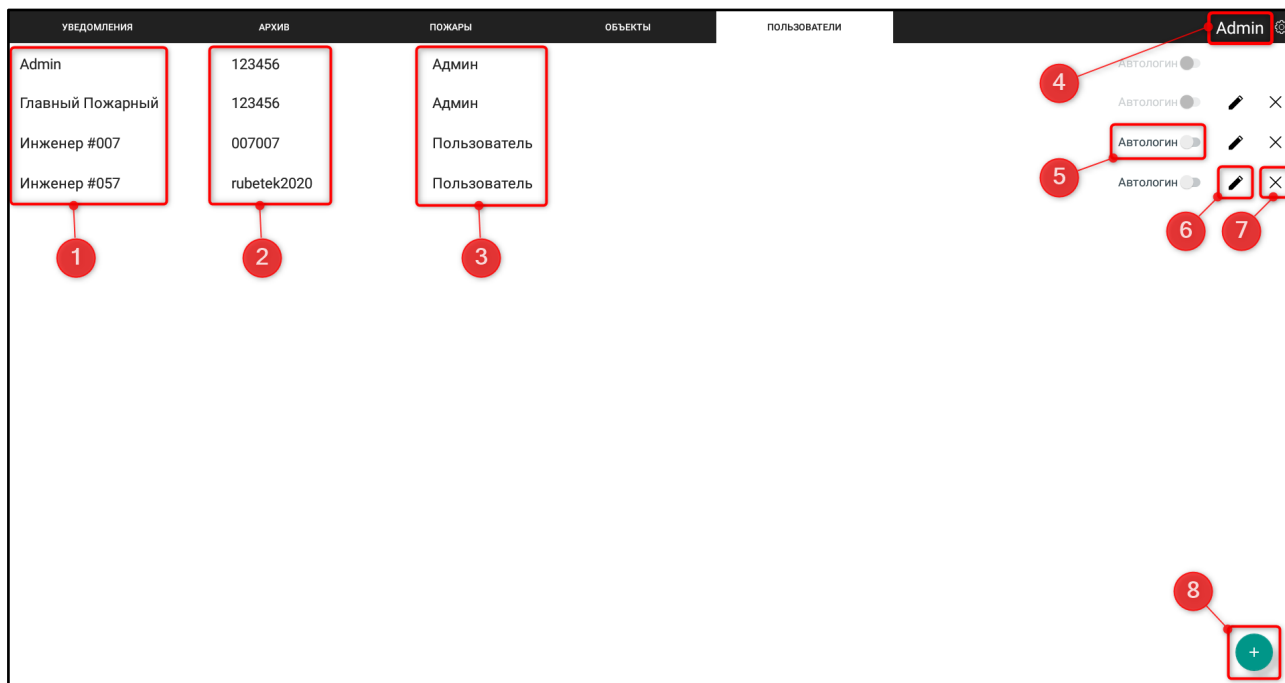

Рисунок 39 - Вкладка «Пользователи»
3. Изменить пароль своей учётной записи может как Администратор, так и Пользователь. Для этого достаточно нажать на **имя авторизованного пользователя** (рис. 39 номер 4) и в выпадающем списке выбрать пункт «Сменить пароль», после чего внести и сохранить изменения.
Для создания новой учетной записи необходимо нажать на **+** (рис. 39 номер 8), затем в открывшемся окне ввести имя пользователя (логин), пароль и время доступа, в течение которого данному пользователю будет разрешен доступ к планшету. После истечения времени доступа произойдет автоматический выход из учётной записи.